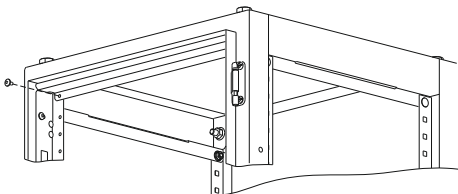

Рисунок 24
17.3 Вставьте заглушку рамы под панели ЛГ/ЛМА между двух уголков вертикальных и закрепите на них винтами М4×8 (рисунок 24).